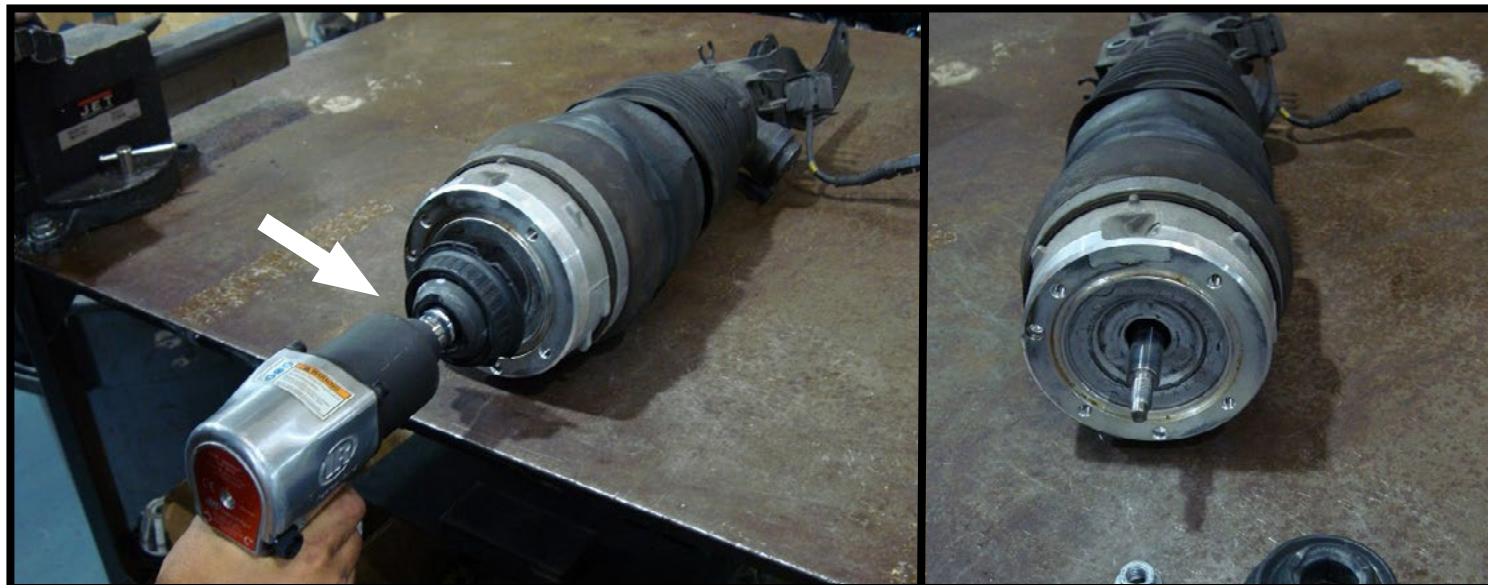

FIGURA 20-2
2. EXTRAIGA LA TUERCA DE BARRA DEL AMORTIGUADOR SUPERIOR DEL MUELLE NEUMÁTICO. EXTRAIGAY DESCARTE EL SOPORTE ANTIGUO DEL EXTREMO DE LA BARRA DE GOMA. (FIGURA 20-2)